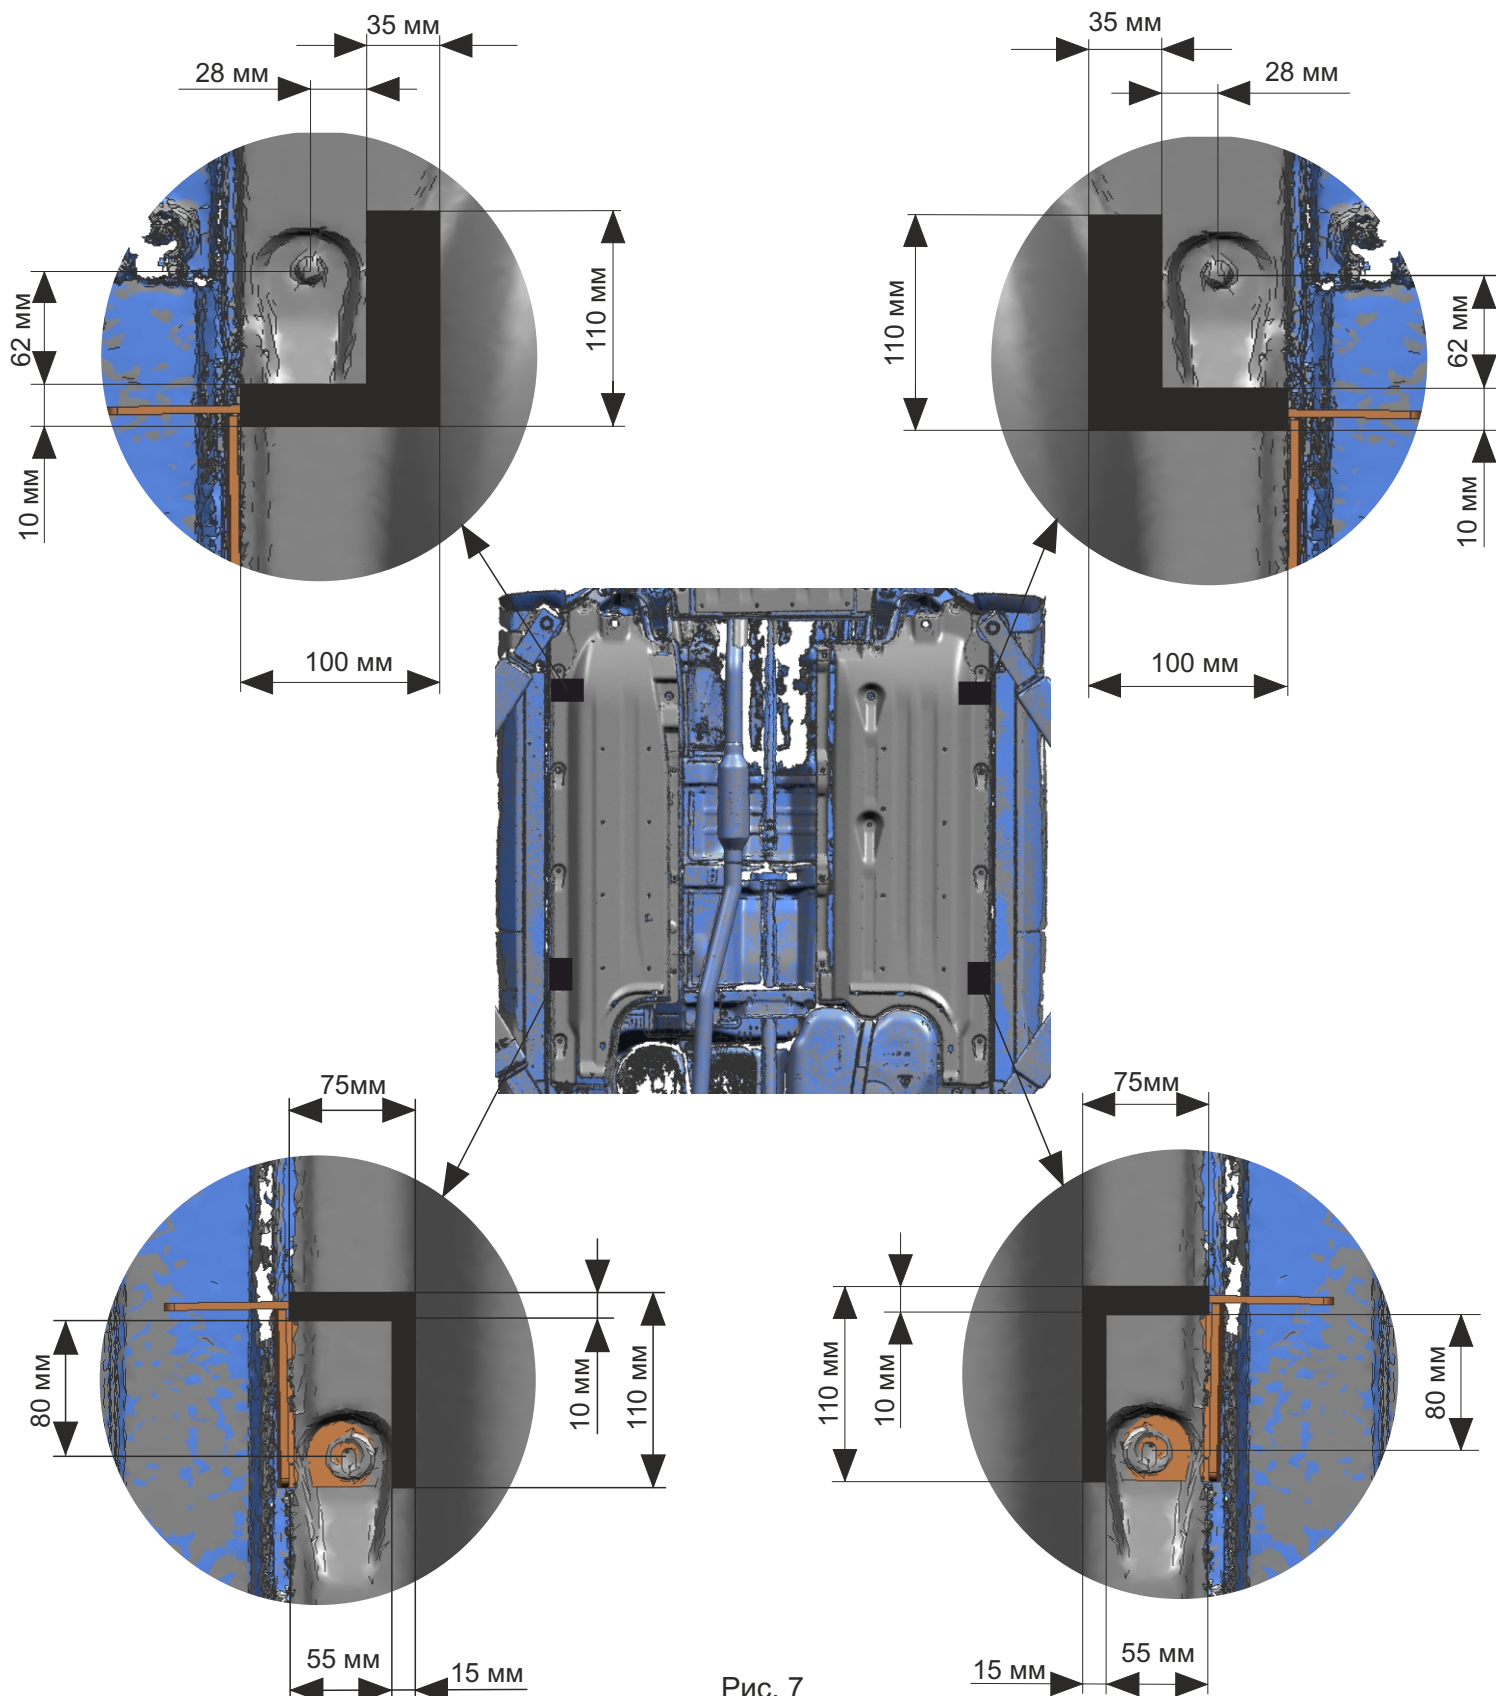

Рис. 7
9. Подрезать пыльник в местах установки кронштейнов (Рис. 7).